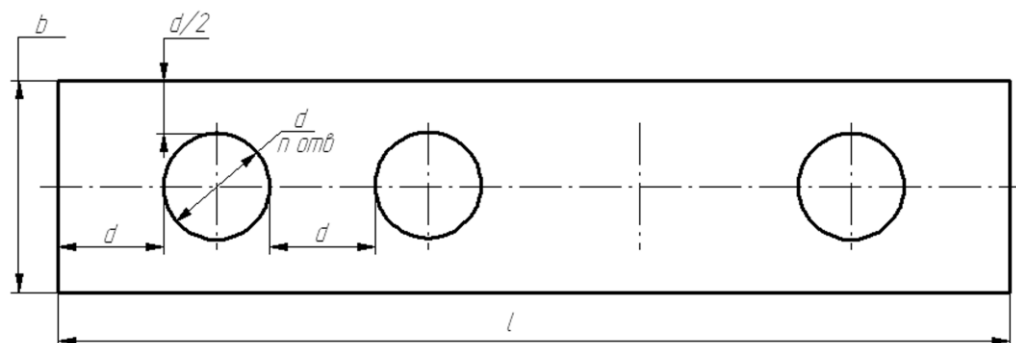

Рис. 1.2.1. Схема параметрической модели
Создать параметрическую модель полосы с отверстиями, изображенную на рис. 1.2.1.
Модель полосы должна содержать n отверстий диаметра d , равномерно расположенных по длине полосы; длина l и ширина полосы b зависят от количества отверстий и их диаметра (см. рис. 1.2.1).
- Создаем верхний горизонтальный отрезок, определяющий длину полосы. Его, как и отрезок вертикальной осевой линии, нужно строить по двум точкам. Первая (левая) точка имеет координаты $X = -3 \cdot d/2$; $Y = d$. Координаты левой точки отрезка легко определяются из рис. 1.2.1.